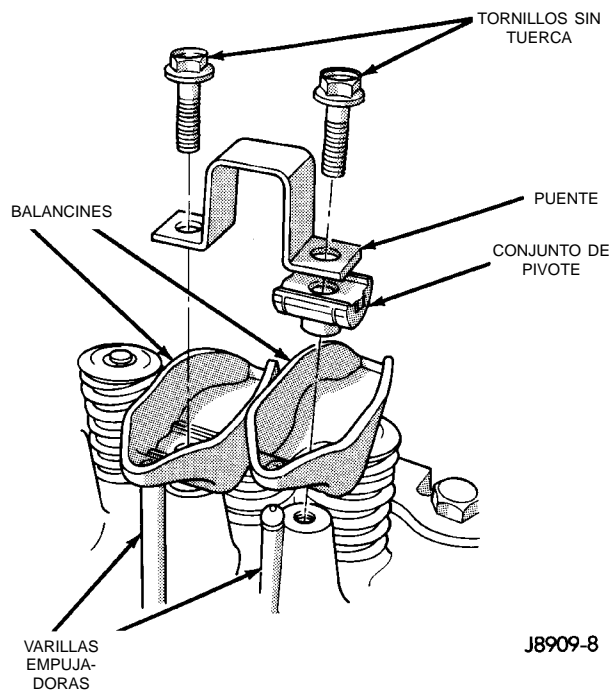

Fig. 33 Conjunto de balancín
- (1) Retire la tapa de la culata de cilindros del motor.
- (2) Retire los tornillos sin tuerca de cada conjunto de puente y pivote (Fig. 33). Afloje los tornillos sin tuerca de forma alterna, una vuelta cada vez, para evitar dañar los puentes.
- (3) Verifique que ningún puente de balancín de válvula produzca desalineación entre el balancín y el extremo de la válvula.
- (4) Retire los puentes, pivotes y sus pares correspondientes de balancines de válvula (Fig. 33). Colóquelos sobre un banco, en el orden en que fueron retirados.
- (5) Retire las varillas empujadoras y colóquelas sobre un banco, en el mismo orden en que fueron retiradas.